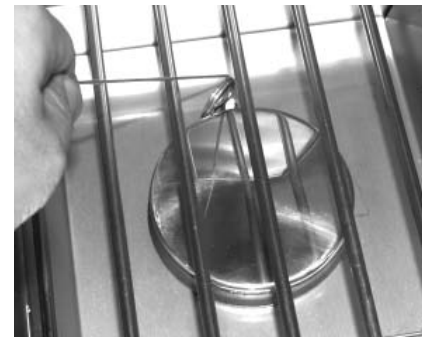

Fig. 26-2 - Éclairage manuel
2. Insérez un allumeur brûlant de butane de long-baril, une allumette brûlante de long-tige, ou une allumette brûlante tenue par un support de prolongation de fil par la grille à cuire s'ouvrant au brûleur (fig. 26-2). Tenez la flamme contre le bord du brûleur.
4. Si le brûleur ne se allume pas dans les cinq (5) secondes de tourner le bouton de commande, enfoncez immédiatement le bouton et tournez la valve à AU LOIN. **ATTENDEZ CINQ (5) MINUTES** avant de répéter les étapes 2 à 4 des instructions manuelles d'éclairage.